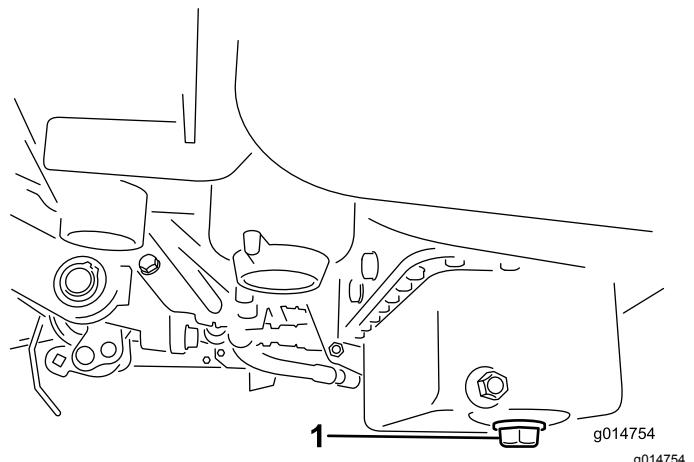

Figura 28
1. Togliete il tappo di spurgo e lasciate defluire l'olio in una bacinella. Quando l'olio cessa di defluire, rimontate il tappo (**Figura 28**).